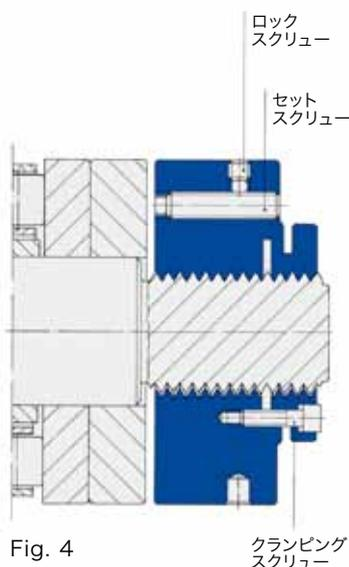

Fig. 4
2. SPIETHロックナットを座面同士が接触しない位置までスピンドルねじにねじ込みます。セットスクリーウの先端は決して飛び出さないようご注意ください。(Fig. 4)